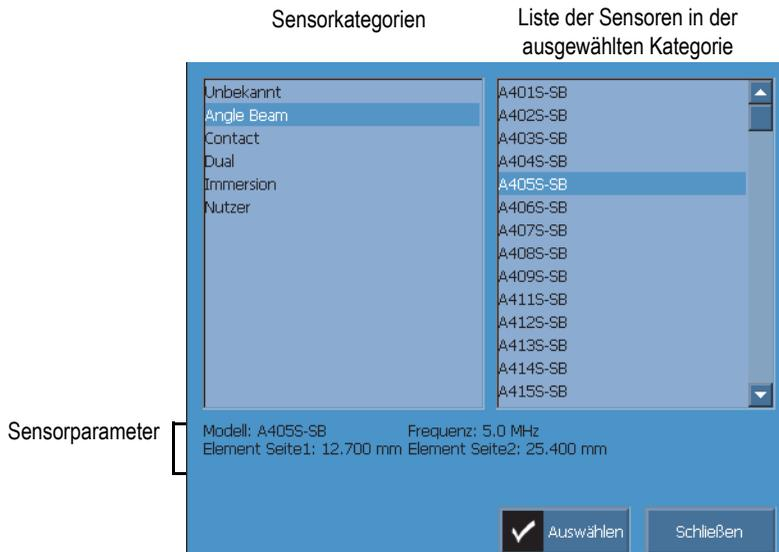

Abbildung 4-2 Dialogfeld zur Auswahl des Sensors
3. Wählen Sie unter **Sensor** den Sensor aus einer Liste vordefinierter Sensoren aus (siehe Abbildung 4-2 auf Seite 111):